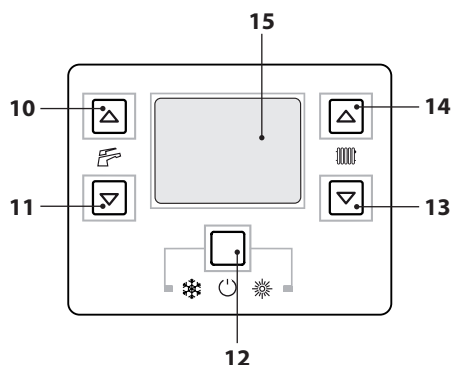
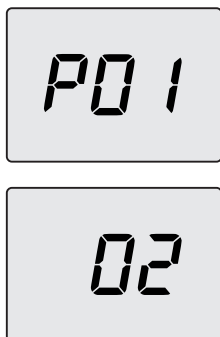
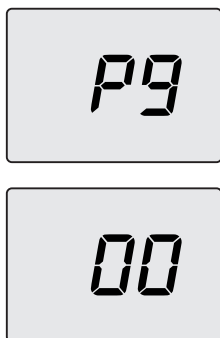
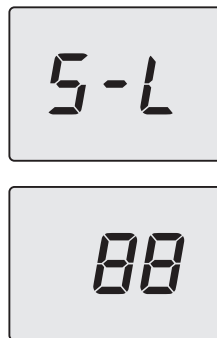

Figura 7.2
Figura 7.3
Figura 7.4
Figura 7.14
- Entrare in "modalità programmazione" premendo contemporaneamente per 10 secondi i tasti 12-13-14 (Figura 7.2) fino a far apparire sul display LCD le lettere **P01** che si alternano con il valore del parametro, indicanti l'entrata nel "parametro 01" (Figura 7.3).
- Premere il tasto 13 o 14 (Figura 7.2) per scorrere i parametri fino al parametro **P09** che si alternano con il valore del parametro, indicando l'entrata nel "parametro 09" (spazzacamani, **00** = spazzacamino non attivo) (Figura 7.4).
- Utilizzare i tasti 13 o 14 (Figura 7.2) fino a portarsi allo stato **dP** (spazzacamino attivo in massimo sanitario) e premere il tasto 12 per confermare. Sul display appare **dP** alternato alla temperatura massima in sanitario.
- Premere il tasto 14 (Figura 7.2) per scorrere i parametri fino al parametro **P09** (spazzaminini) (Figura 7.4).
- Agire sui tasti 14 o 13 (Figura 7.2) per incrementare o decrementare il valore. Attendere 3 secondi per stabilizzare la pressione del gas quindi leggere il valore sul manometro gas. **Ricordarsi di mantenere l'andamento in salita.**
- Premere il tasto 11 (Figura 7.2) per 1 secondo per memorizzare il valore.
- Premere il tasto 10 (Figura 7.2) per passare alla taratura del minimo gas. Il display visualizza S-L alternato al parametro potenza minima assoluta (Figura 7.14).
- Agire sui tasti 14 o 13 (Figura 7.2) per incrementare o decrementare il valore. Attendere 3 secondi per stabilizzare la pressione del gas quindi leggere il valore sul manometro gas. **Ricordarsi di mantenere l'andamento in discesa.**
- Premere il tasto 10 (Figura 7.2) per verificare il valore massimo impostato ed eventualmente correggerlo seguendo la procedura sopra descritta.
- Premere il tasto 10 (Figura 7.2) per verificare il valore minimo impostato ed eventualmente correggerlo seguendo la procedura sopra descritta.